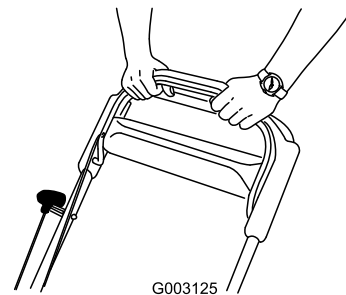

Bild 31
3. Halten Sie den Schaltbügel gegen den Griff gedrückt (Bild 31).